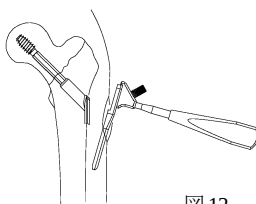
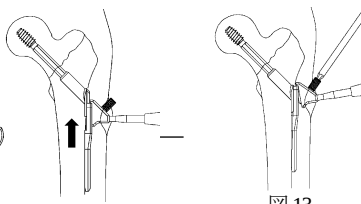

図 12
図 13
- ** 11) プレート把持器にてプレートを確実に固定し、プレート遠位端を皮切部より挿入し、ラグスクリューへ確実に装着させます。(図 12) プレート把持器を手回しで取り外しが困難な場合は、45CS ドライバーを使用して下さい。(図 13)